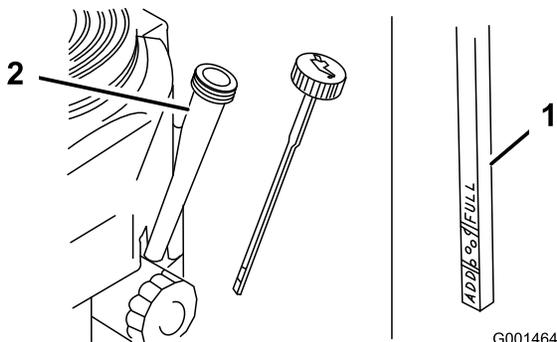

Figure 27
4. Nettoyez la surface autour de la jauge d'huile (Figure 27) pour éviter que des impuretés ne s'introduisent dans le goulot de remplissage, ce qui risquerait d'endommager le moteur.
5. Retirez la jauge d'huile et essuyez soigneusement son extrémité (Figure 27).
6. Remettez la jauge au fond du tube de remplissage, mais sans la visser (Figure 27).
8. Versez avec précaution environ 80 % de la quantité d'huile spécifiée dans le goulot de remplissage (Figure 27)